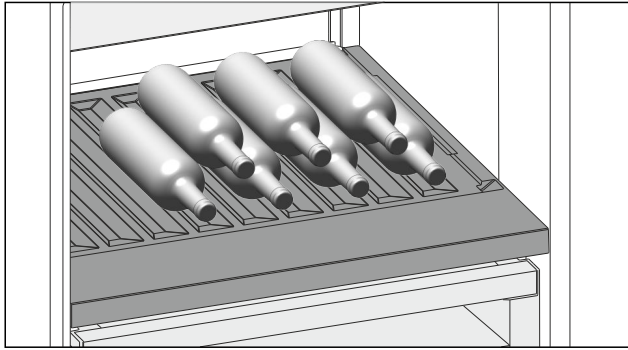

Fig. 206 Ілюстративне зображення
- ▶ Помістіть пляшки дном у напрямку до задньої стінки. (див. *Fig. 206*)